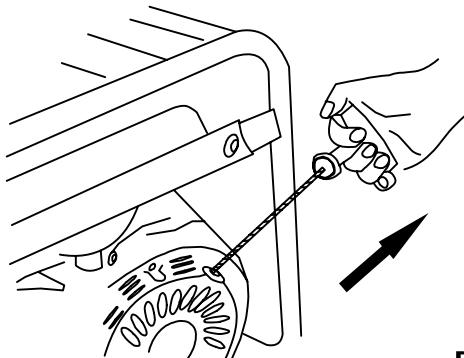

Рис. 14
- Запустите двигатель ручным стартером. **Будьте внимательны!** При вытягивании шнура стартера шнур может создавать отдачу. Возьмитесь за ручку шнура стартера. Медленно потяните шнур до возникновения сопротивления со стороны двигателя. Не допускайте возврата ручки обратно продолжайте быстро тянуть ручку на полный взмах руки. Медленно (с натягом шнура) верните ручку в начальное положение (рис. 14). Двигатель должен запуститься.